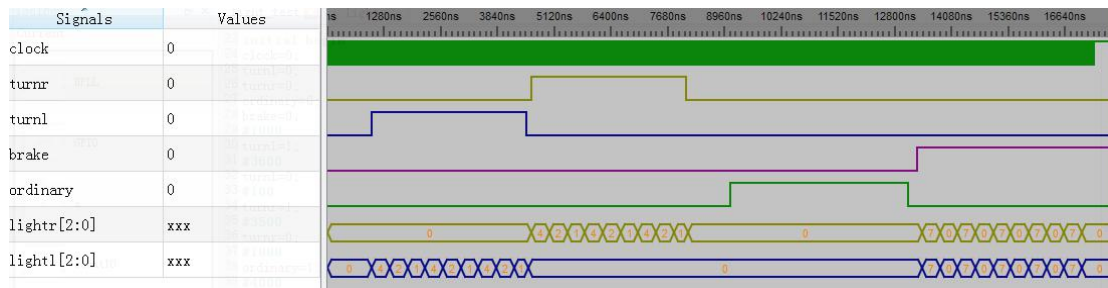

图 5.light_test 的仿真波形
5) 执行仿真并查看波形。查看输出信息。检查没有错误之后查看波形。点击右侧 Workspace 中的信号，进行添加并查看分析仿真结果。如图5所示：